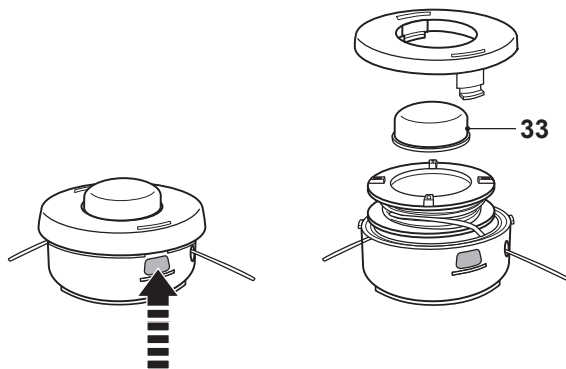

Fig. 32
- > Pour remplacer la bobine, presser les verrous du carter la tête nylon et tourner pour ouvrir le couvercle. Retirer la bobine usagée et la remplacer avec une neuve du même type (Fig. 32).